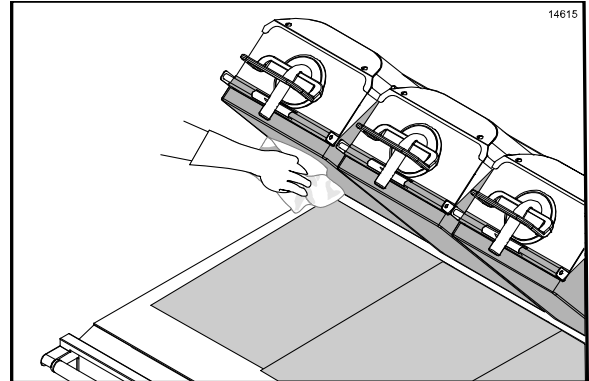

Abbildung 44
11. Mit einem Grilltuch, das mit Grillreinigungsflüssigkeit befeuchtet wurde, die offenen Flächen der oberen und unteren Trennfolien reinigen. (Siehe Abbildung 44.)